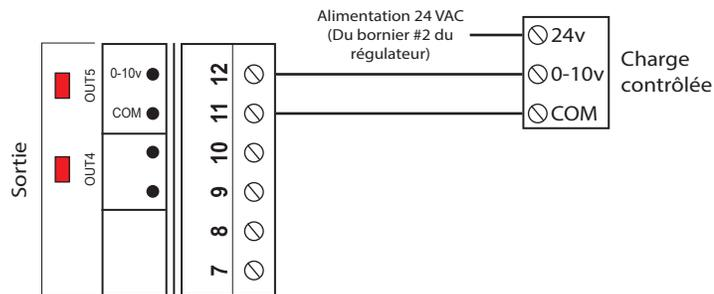

Figure 15 - Raccordement de la sortie analogique (alimentée par le régulateur)
- 1) Le C1000 alimente la charge et fournit un signal de contrôle (voir figure 15).